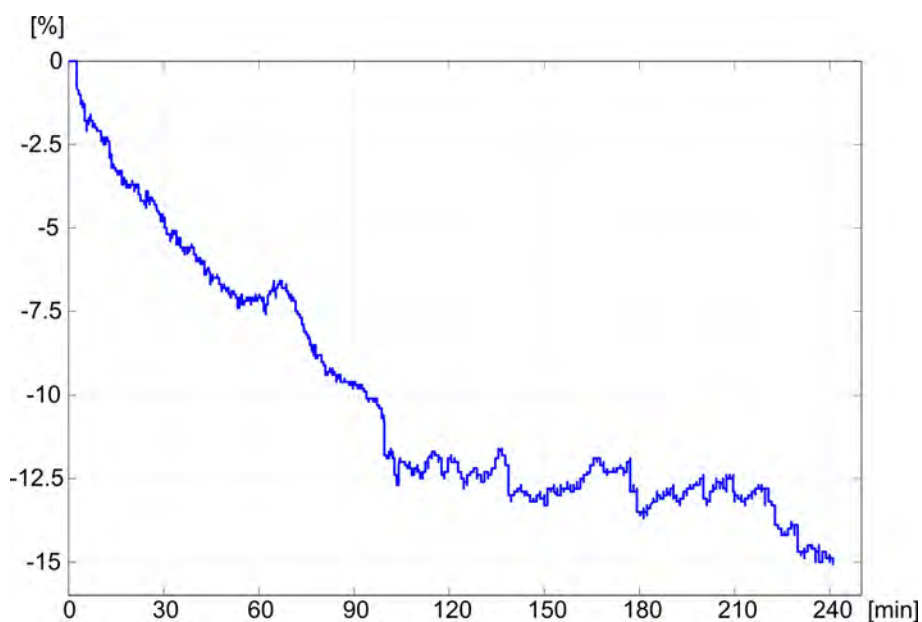

Fig. 11-19 Trend for relativt blodvolum (i %) under behandling (tid i minutter)
Den (ekstra) hematokritsensoren (se avsnittet 11.4 Hematokritsensor (HCT-sensor) (272)) gir relative blodvolumverdier (delta blodvolum i %) i tidsintervaller på 10 sekunder. bioLogic Fusion bruker disse verdiene til å kalkulere helningene på de siste 10 minuttene av RBV-trenden (Fig. 11-19) for å overvåke utviklingen av RBV-reduksjon.